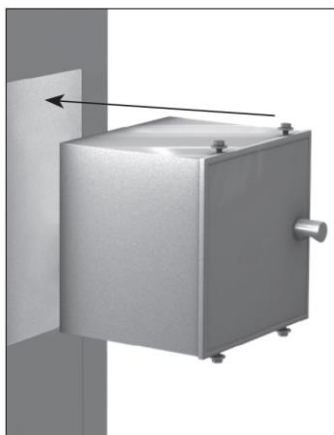

Abb. 1
- 2) FSD nun vorsichtig durch die Öffnung schieben und mit einer M8-Senkkopfschraube am Montageflansch fixieren (Abb. 1).